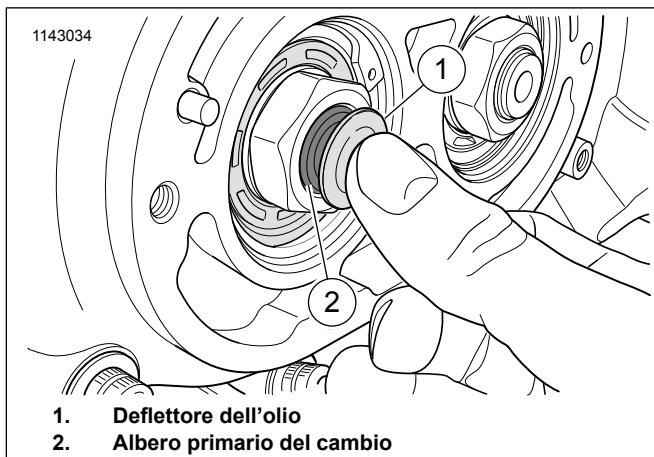

Figura 8. Rimozione del deflettore dell'olio
6. Vedere la figura 8. **Modelli 2019:** Rimuovere il deflettore dell'olio (1).